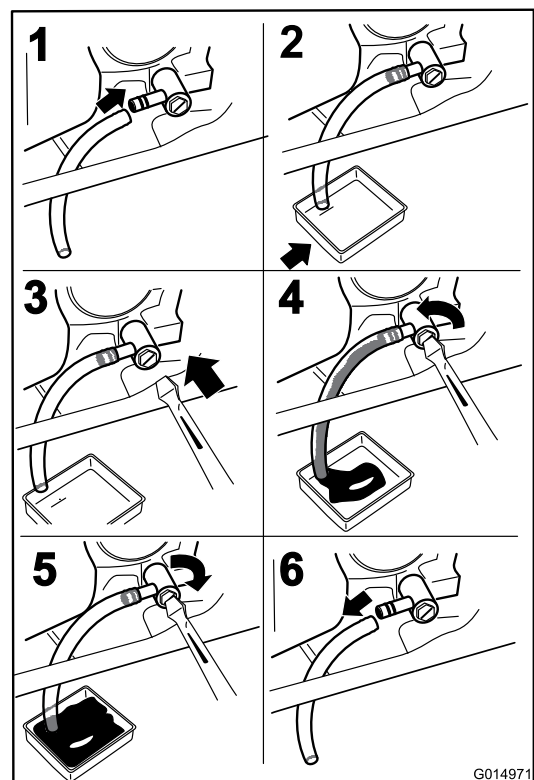

Figura 31
3. Pare el motor, retire la llave y espere a que se detengan todas las piezas en movimiento antes de abandonar el puesto del operador (Figura 31).